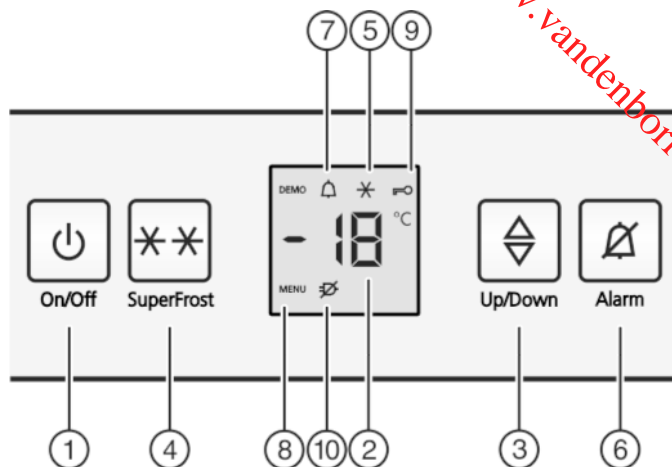

Fig. 2
- Toets On/Off Fig. 2 (1) indrukken.
- ▷ Het apparaat is ingeschakeld. Het temperatuurdisplay en het symbool Alarm Fig. 2 (7) knipperen tot de temperatuur koud genoeg is.
- ▶ Instelmodus activeren: Druk de toets SuperFrost Fig. 2 (4) gedurende ca. 5 seconden in.
- ▷ Op de display wordt het symbool Menu Fig. 2 (8) weergegeven.
- ▶ Met de toets SuperFrost Fig. 2 (4) kort bevestigen.
- ▷ Het symbool Kinderbeveiliging Fig. 2 (9) op de display gaat branden.
- ▶ Druk de toets On/Off Fig. 2 (1) kort in.
- ▷ Het symbool Kinderbeveiliging Fig. 2 (9) gaat uit.
- ▶ Toets Alarm Fig. 2 (6) indrukken.
Tegelijkertijd knipperen de temperatuurdisplay en het symbool Alarm Fig. 2 (7).
Het akoestisch alarm stopt automatisch, het symbool Alarm Fig. 2 (7) gaat uit en de temperatuurdisplay houdt op met knipperen, wanneer de temperatuur weer laag genoeg is.